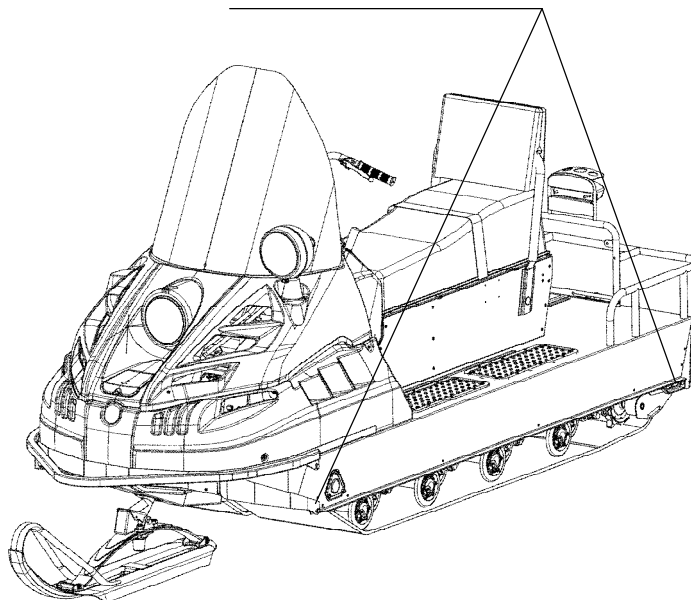

Рисунок 12 – Схема строповки снегохода БУРАН 4ТД
- снегоход БУРАН 4ТД – за нижние передние уголки рамы и ограждение багажника (рисунок 12).